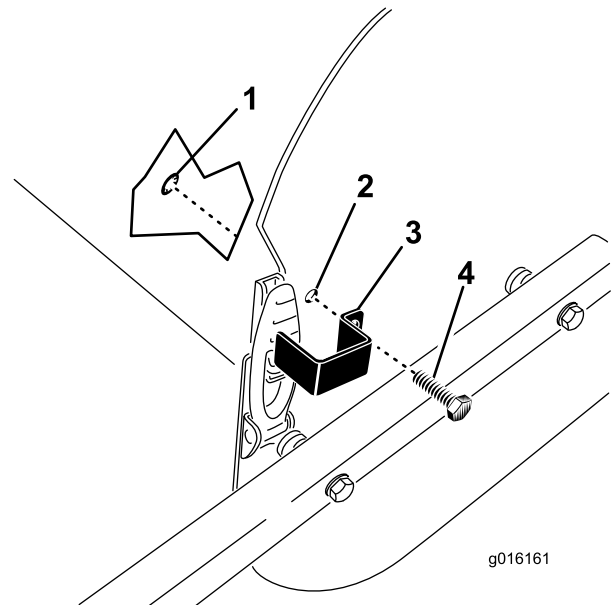

図 35
1. ラッチプレートの取り付け穴をサイドプレートの穴に合わせて、フードラッチへの取り付け位置を決める 図 35。
2. ラッチプレートをサイドプレートに固定するタップボルトとリテーナリングを使用する 図 35。